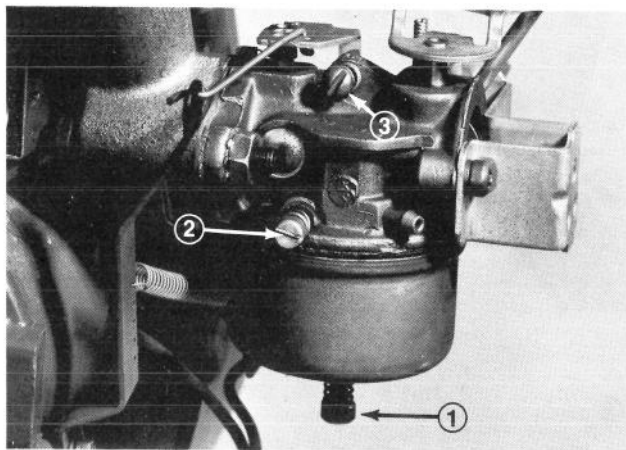

Figure 38
2. Vis de réglage de la puissance (Fig. 38). — Fermez la vis en la vissant délicatement à droite jusqu'à ce que vous sentiez une légère résistance quand le pointeau touchera son siège. Ramenez alors la vis d'un tour complet de 360°, en tournant à gauche.
3. Vis de réglage du mélange de ralenti (Fig. 38) — Fermez la vis en la tournant délicatement à droite jusqu'à ce que vous sentiez une légère résistance quand le pointeau touchera son siège. Ramenez alors la vis de 1½ tour complet en tournant à gauche.
5. Serrez la vis de réglage de puissance (Fig. 38) en tournant à droite de 1/8 tour à la fois, jusqu'à ce que le moteur ait des ratés à cause de la pauvreté du mélange d'essence. Tournez alors la vis à gauche de 1/8 tour à la fois jusqu'à ce que le moteur tourne de façon irrégulière par suite de mélange d'essence trop riche. Ramenez alors la vis à mi-chemin entre les deux points de mélange trop riche et de mélange trop pauvre pour que le moteur tourne en douceur.
6. Ramenez la commande des gaz à la vitesse de ralenti. Serrez alors la vis de réglage de vitesse de ralenti (Fig. 38) jusqu'à ce que le moteur tourne au ralenti accéléré, soit environ 1750 tours/minute.
7. Serrez la vis de réglage du mélange de ralenti (Fig. 38) en tournant à droite de 1/8 tour à la fois jusqu'à ce que le moteur ait des ratés à cause de la pauvreté du mélange d'essence. Desserrez alors la vis en tournant à gauche 1/8 tour à la fois jusqu'à ce que le moteur commence à marcher de façon irrégulière à cause du mélange d'essence trop riche. Ramenez alors la vis de mélange de ralenti à mi-chemin entre les deux points de mélange trop riche et de mélange trop pauvre.
8. Ramenez alors le réglage de la vitesse de ralenti (Fig. 38) jusqu'à ce que le moteur tourne au ralenti à 1750 tours/minute.